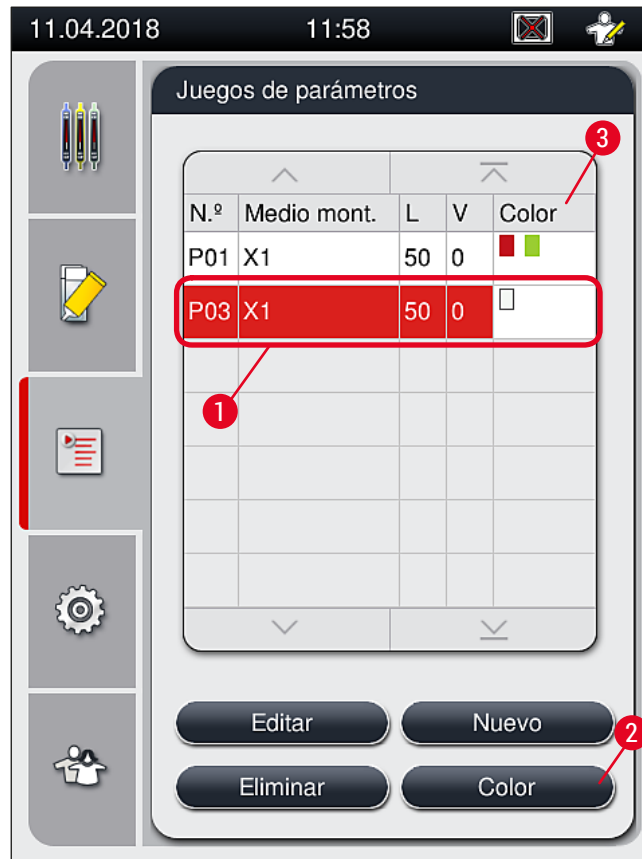

Fig. 44
1. En el menú de juegos de parámetros (→ Fig. 44), pulse en la entrada correspondiente para seleccionar el juego de parámetros al que se va a asignar un color de asa de cesta (→ Fig. 44-1).